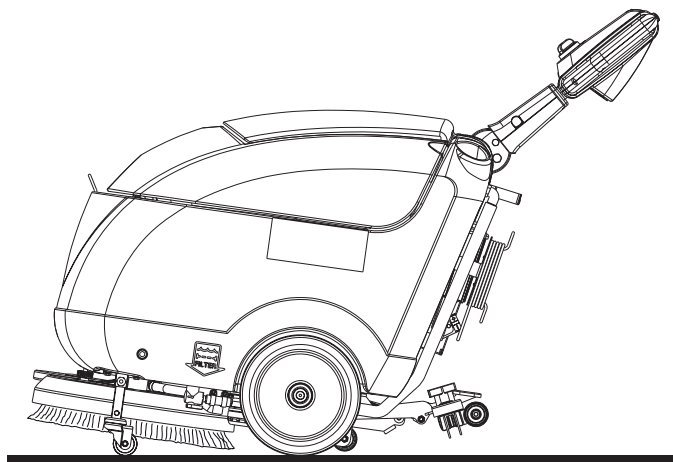

Figure 5
7. Relâcher les leviers de rotation brosse (70) et le bouton-poussoir de validation (69).
8. Tourner la manette (62) sur «0» pour arrêter la machine.
9. Actionner la goupille de positionnement (24), puis activer le dispositif de stationnement (23a) de la machine pour maintenir la brosse / plateau support disque soulevé (voir la Figure 5).
- Arrêter la machine en tournant la manette (62) sur «0».
- Soulever l'embouchure (58).
- Actionner la goupille de positionnement (24), puis activer le dispositif de stationnement (23a) de la machine pour maintenir la brosse / plateau support disque soulevé (Figure 5).
- Le travail effectué, enlever la brosse / plateau support disque de la tête en suivant la procédure de décrochage (voir la procédure suivante) et puis l'appuyer sur le support avant (43).